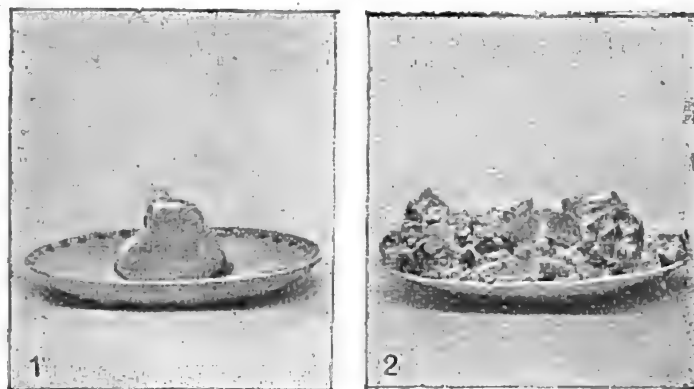

Fig. 82, 83. — La chaux en s'éteignant se gonfle et se fendille : 1. Morceau de chaux ; 2. Même morceau lorsque la chaux est éteinte.
**3. Chaux éteinte, lait de chaux, eau de chaux.** — Lorsqu'on met la *chaux vive* en contact avec de l'eau, elle s'échauffe, se gonfle, puis se fendille (fig. 82, 83) et tombe en poussière ; c'est la *chaux éteinte*.